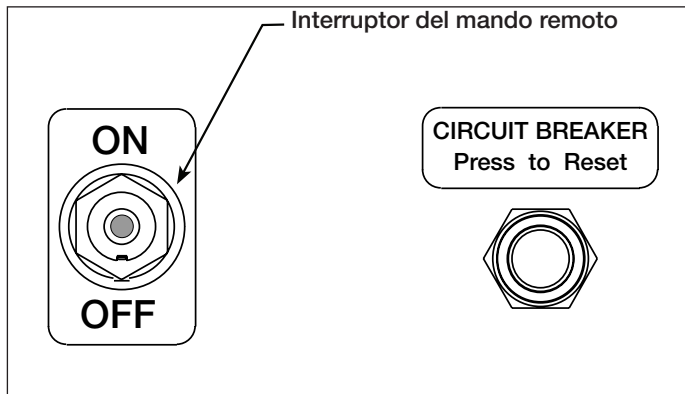

Figura 6, Panel de control de la bomba
### 5.1 Interruptor de la bomba (véase Figura 6)
4. Conectar la unidad a la red eléctrica. Poner el interruptor de la bomba a ON. Véase Figura 6.